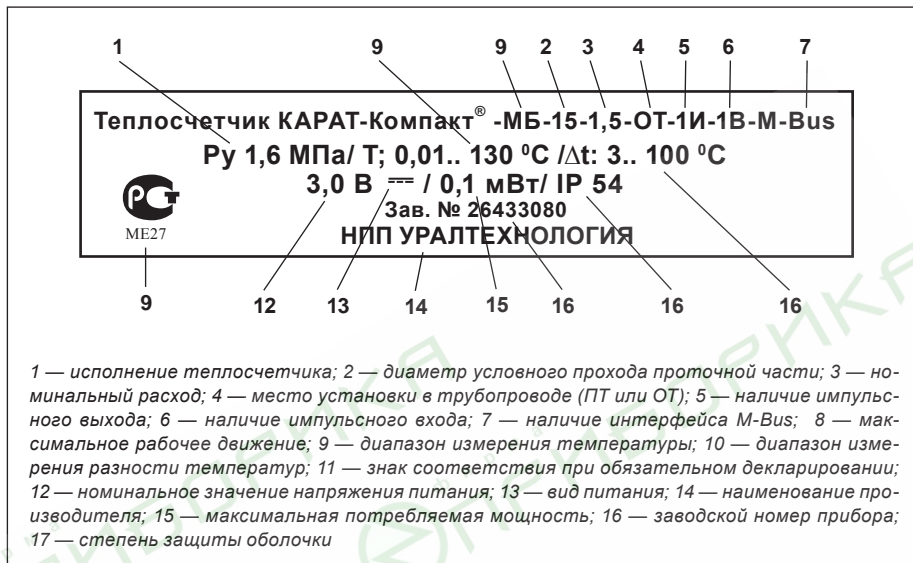

Рисунок 10. Маркировка на боковой поверхности теплосчётчика
- на наклейке, крепящейся к боковой поверхности корпуса вычислителя, печатается наименование прибора, заводской номер прибора, исполнение прибора и номинальный расход, максимальное рабочее давление, диапазон измерения температуры, диапазон измерения разности температур, номинальное значение напряжения питания, вид питания, номинальная мощность, степень защиты оболочки, знак Соответствия, наименование предприятия-изготовителя, рисунок 10.